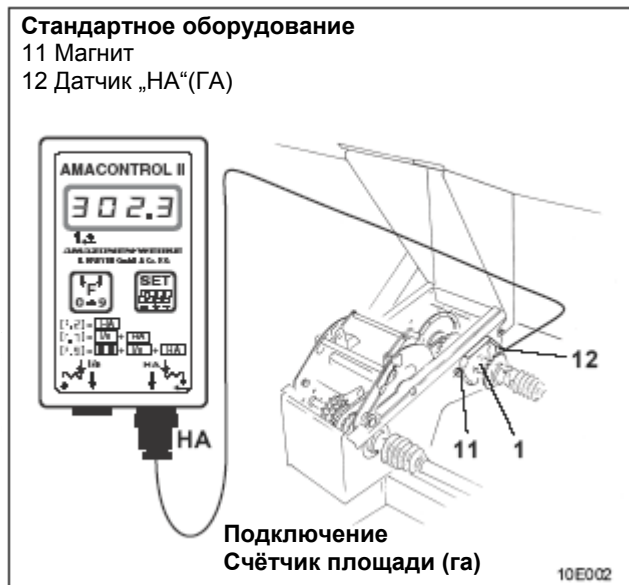

Рис. 2.3
На рис. 2.3 показаны места крепления датчика и магнита на приводном вале редуктора (1).